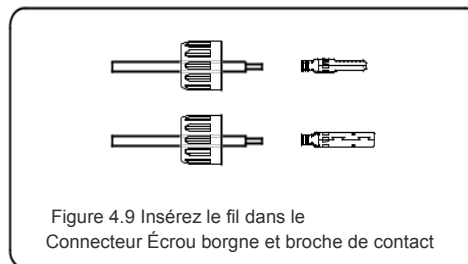

Figure 4.9 Insérez le fil dans le Connecteur Écrou borgne et broche de contact
2. Insérez le fil dans l'écrou du connecteur et la broche de contact. (voir figure 4.9)